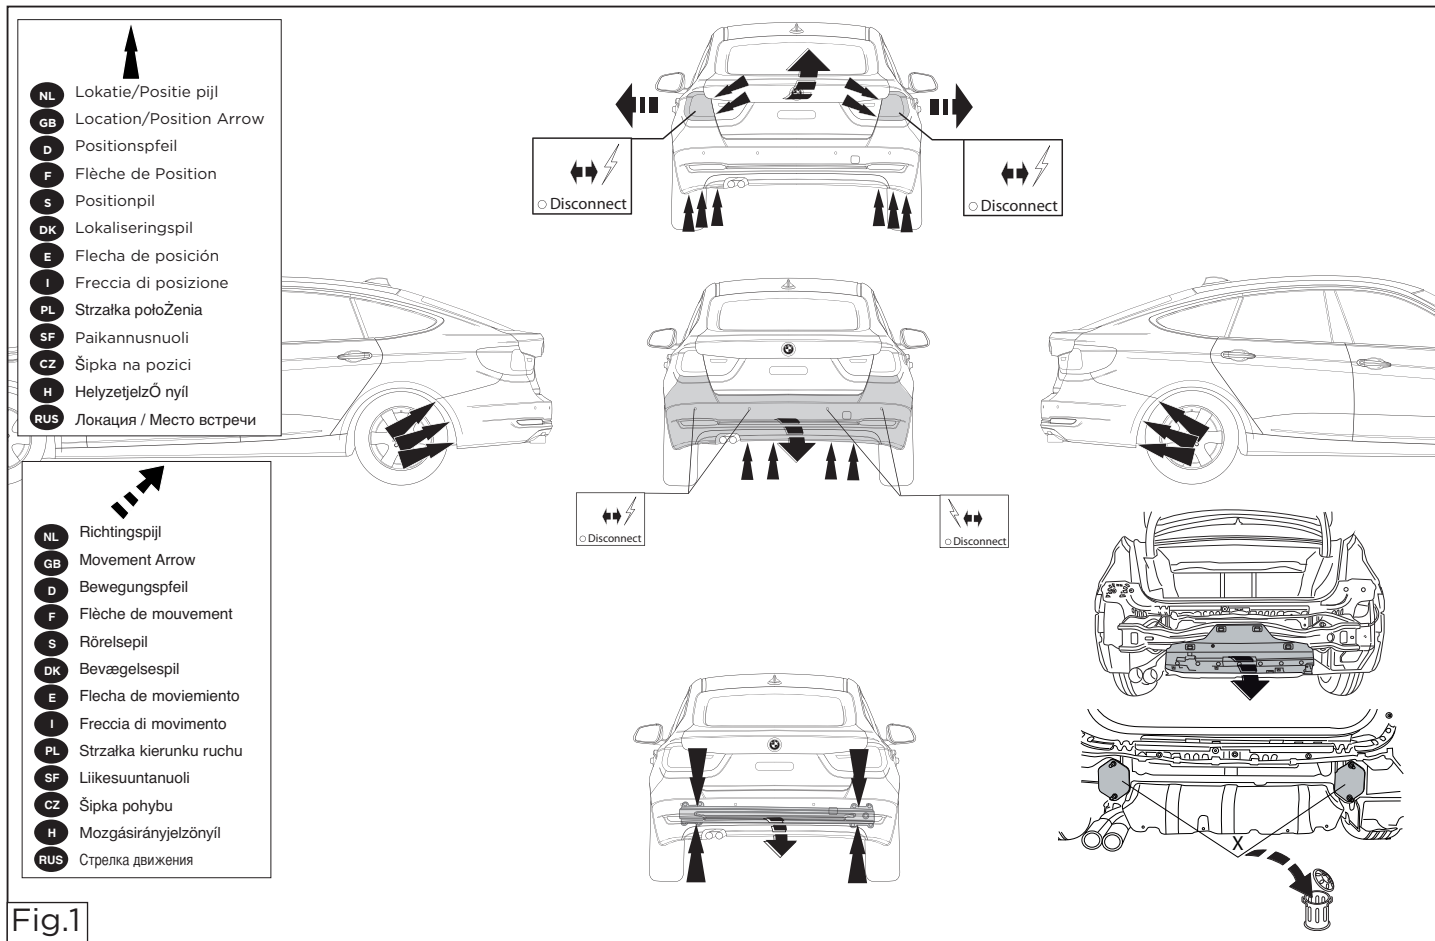

Fig.1
2. Снять бампер вместе со стальным буферным брусом автомобиля. Снять пластмассовый корпус с металлического буферного бруса. буферный брус больше не понадобится. По мере необходимости, удалить наклейки на местах крепления X. См. рисунок 1.